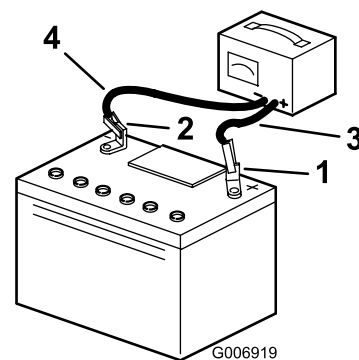

Figure 27
5. Débranchez les câbles du chargeur des bornes de la batterie (Figure 27).